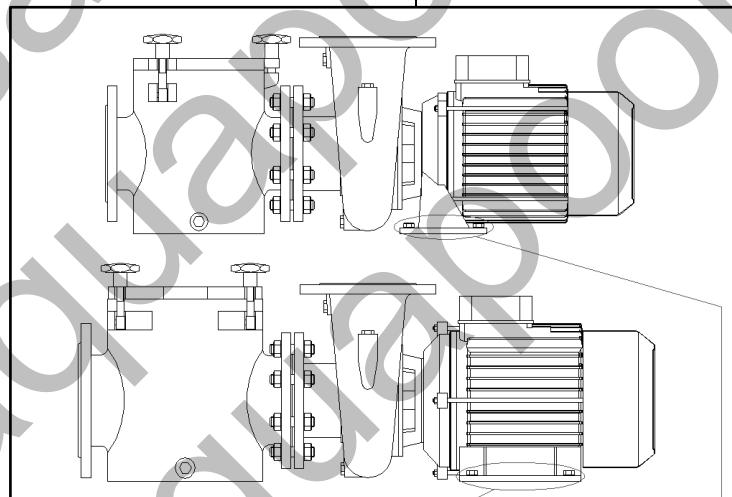

Fig.1
- All pumps come with a two-drill foot to allow for them to be fixed in the floor by means of an anchor. (Fig. 1).
- Для всех насосов предусмотрены две опоры с просверленными отверстиями, которые фиксируются на несущей площадке при помощи анкерного крепления. (Рис. 1).